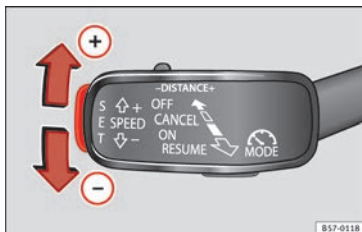

Fig. 181 A la izquierda de la columna de la dirección: tercera palanca para manejar el control adaptativo de velocidad.
- Para programar la velocidad actual pulse la tecla **SET** »» fig. 181.
- Para aumentar o disminuir la velocidad paso a paso, pulse brevemente la palanca hacia arriba/abajo » **fig. 181**.